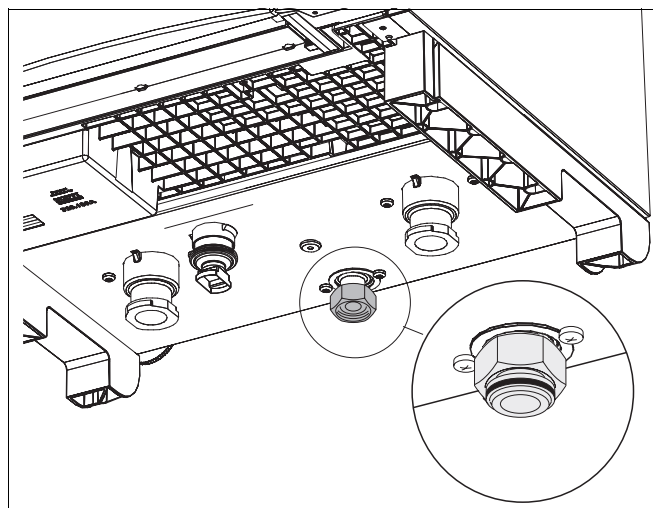

Bild 3 Gummitätning
- Se till att den fabriksförmonterade plana gummitätningen sitter i skruvförbindningen (på pannsidan) (bild 3, **förstoring**).